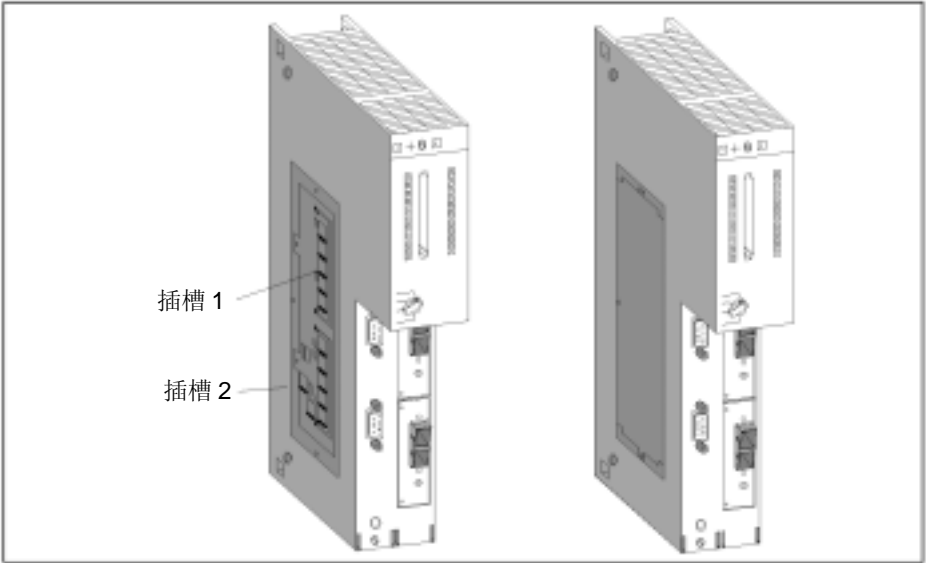

图 4-4 将存储卡插入 CPU
2. 将第 1 个存储卡斜向下大约  $45^{\circ}$  角，推入插槽 1 中（见图 4-4）。注意卡前面的切口（反极性保护）。
4. 根据需要，可以以同样的方式将第二个存储卡插入插槽 2 中（见图 4-4）。